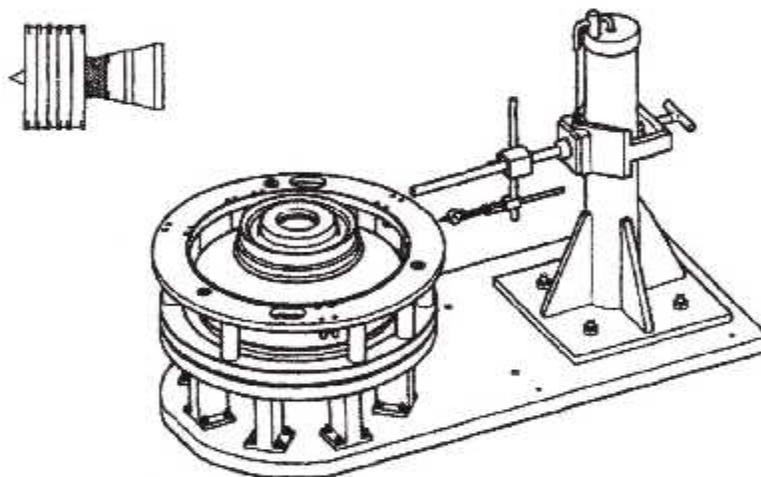
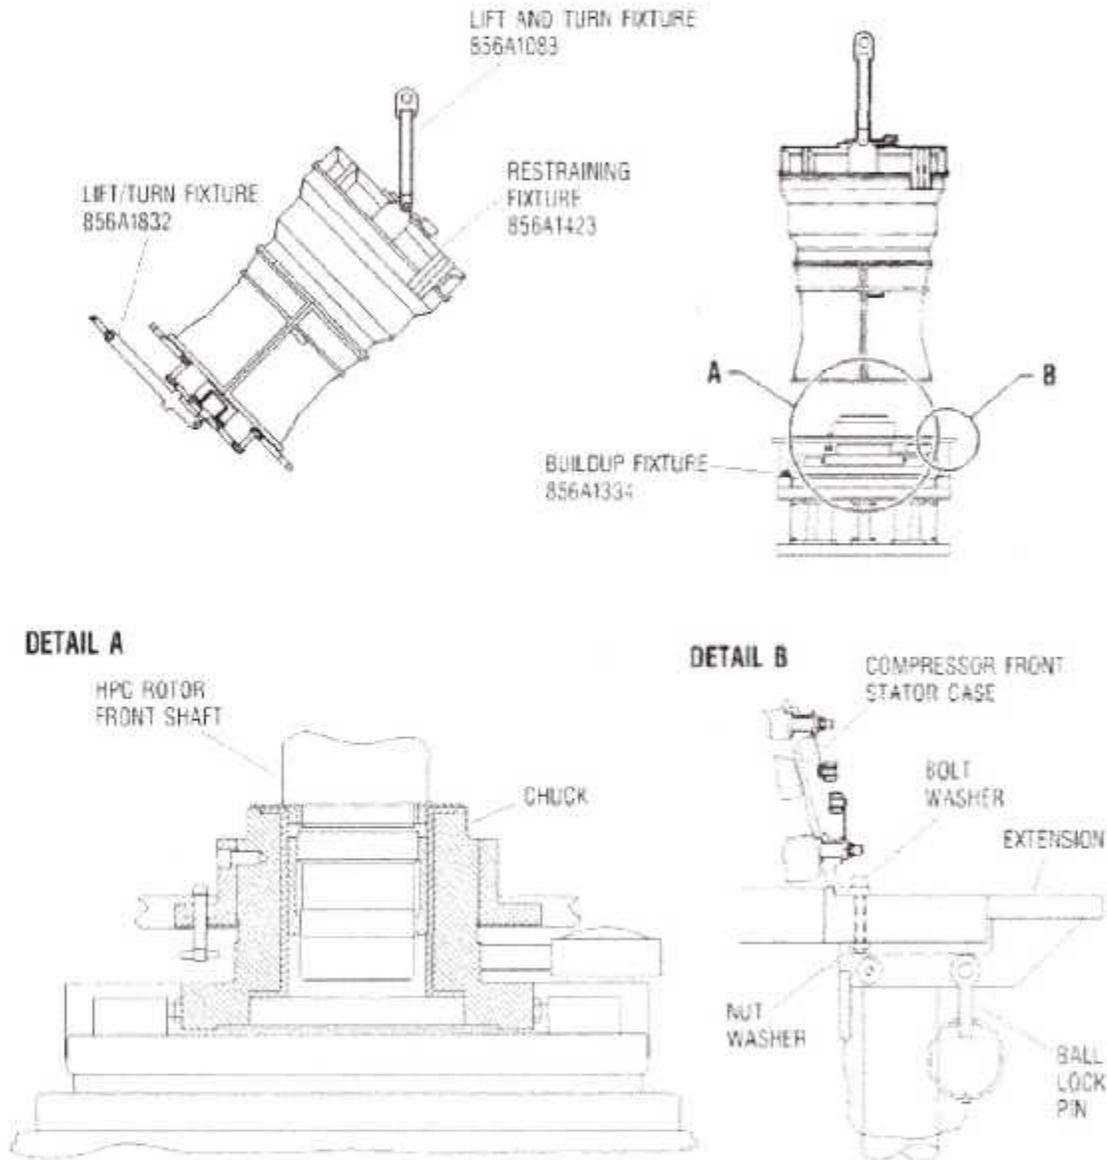

Fig. III.70 : Banc Vertical, 856A1334G04
Fig. III. 71 : Installation du Module Major Core sur le Banc Vertical, 856A1334G04.
6. On installe le Module Major Core (fig. III. 71) sur le **Banc vertical, 856A1334G04** (fig. III.70), comme suit :